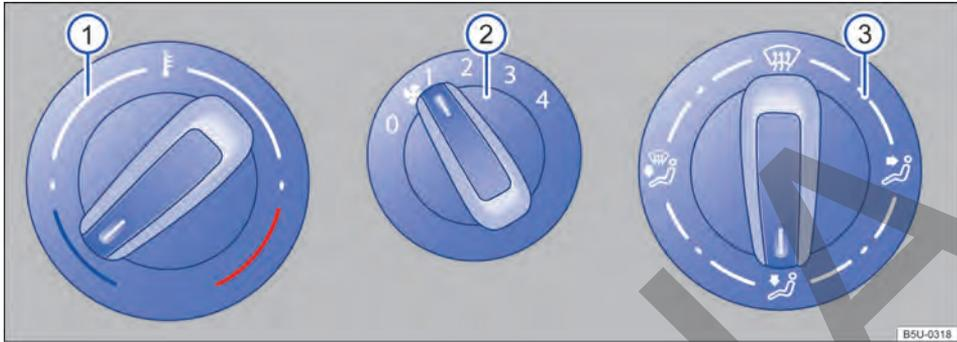

Fig. 70 Comandos del sistema de ventilación y calefacción.
- *Sistema de ventilación y calefacción*: girar el regulador del ventilador al nivel 0 → fig. 70 ②.
- *Sistema de ventilación y calefacción*: girar el regulador giratorio izquierdo → fig. 70 ① para regular la respectiva temperatura.
- *Sistema de ventilación y calefacción*: girar el regulador del ventilador → fig. 70 ③.
- *Sistema de ventilación y calefacción*: girar el regulador de la derecha → fig. 70  a la posición deseada.
- En vehículos con sistema de calefacción, girar el regulador de temperatura → fig. 70 ⓘ totalmente hacia la derecha, a la posición máxima de calefacción.